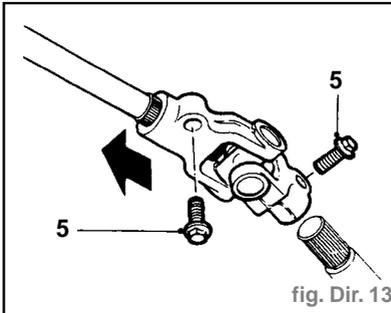

fig. Dir. 13
- Reculer la moquette de la cave du conducteur et enlever les 2 goujons (6) maintenant le recouvrement sur le plancher.
- Enlever les 2 boulons (5) maintenant le joint de cardan vers le haut de la colonne et le débrancher de l'arbre du pignon de crémaillère (Fig. Dir.13).